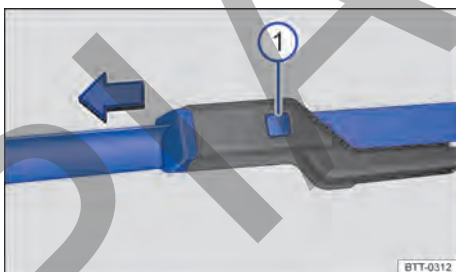

Fig. 153 Cambiar las escobillas limpiacristales del parabrisas.
- Mantenga presionada la tecla de desbloqueo y retire al mismo tiempo la escobilla en el sentido de la flecha → fig. 153 ①.